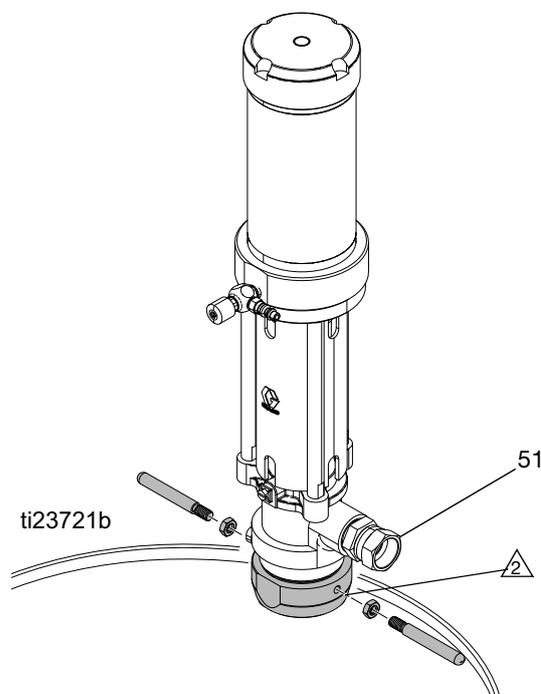

FIG. 7
4. Lubrifiez les filetages du diamètre intérieur de l'adaptateur de bonde et les filetages de fixation. Installez les poignées fournies et serrez les écrous de blocage. Installez les poignées fournies et serrez les écrous de blocage. Assurez-vous que le joint est en place et vissez solidement l'adaptateur de bonde (51) dans l'orifice de bonde du fût. Introduisez la pompe dans l'adaptateur et verrouillez-la lorsqu'elle est en place. Voir FIG. 7.